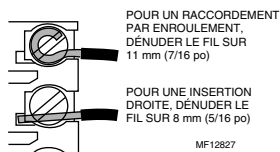
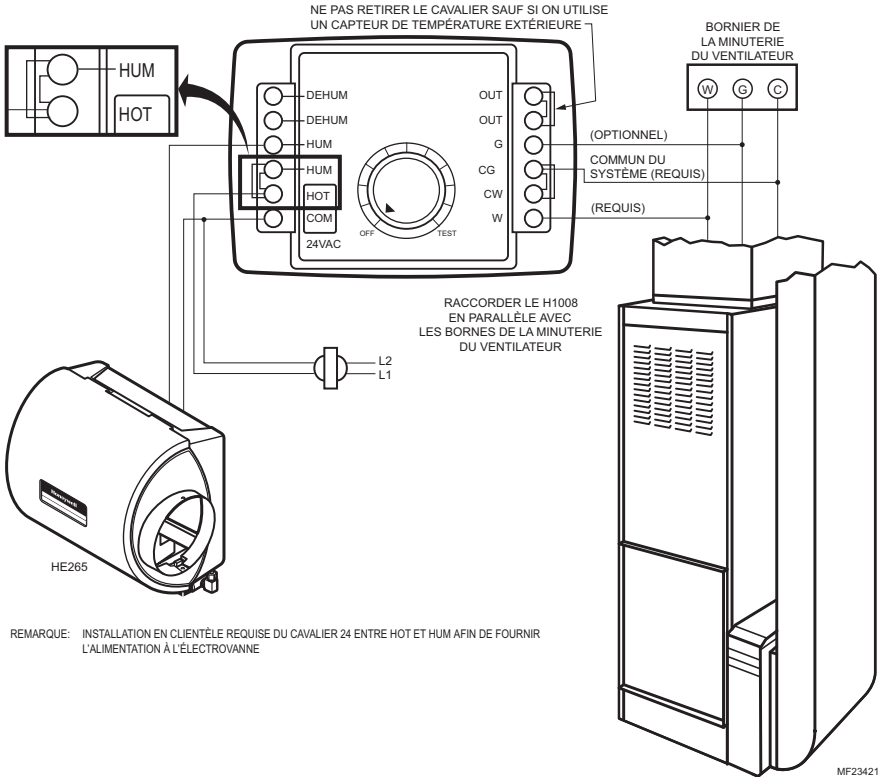

Fig. 4. Comment raccorder les fils correctement.
Fig. 5. Schéma de raccordement d'un hygrosstat à humidificateur à circulation directe et à dérivation.
4. Faire passer un fil basse tension de l'humidificateur (déshumidificateur ou ventilateur du H1008D) et du matériel jusqu'aux bornes du régulateur. Voir Fig. 5 à 10. Raccorder les fils aux bornes par enroulement ou par insertion. Voir la Fig. 4.
3. Dans les systèmes de chauffage à deux transformateurs, raccorder CG au commun du transformateur du système de refroidissement et raccorder CW au commun du transformateur de chauffage. Il faut s'assurer que G et W sont raccordés aux bornes R des deux transformateurs (s'il n'y a qu'un transformateur, il faut laisser le cavalier entre CG et CW. Voir Fig. 5).